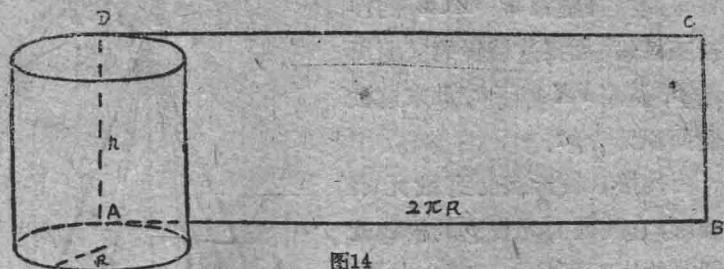

图14
我们设想把一个高为 h , 底面半径为 R 的圆柱侧面, 沿着母线切开, 并展开成平面, 就得到一个圆柱的侧面展开图 (如图 14). 这个侧面展开图是一个矩形, 它的一边 (AB) 等于圆柱底面的周长, 即 $2\pi R$; 另一边 (AD) 等于圆柱的高 h .